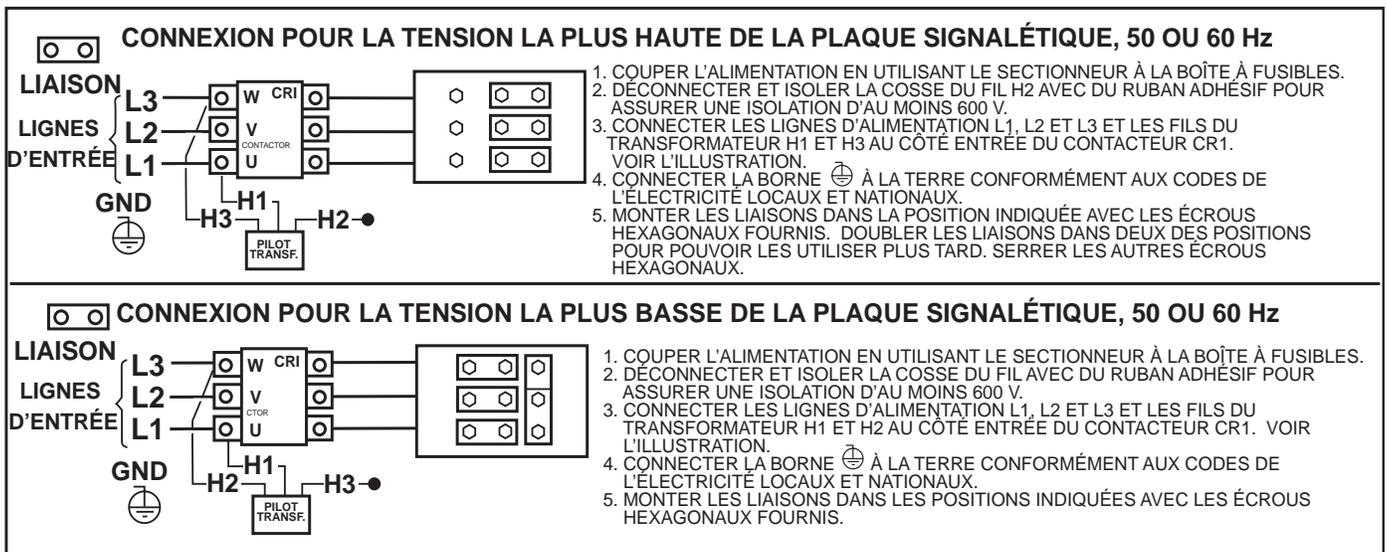

FIGURE A.4 – Positions du panneau de reconnexion pour les machines bitension
1. Pour la bitension sauf 380/500-460/575, voir la figure A.4 (M15009).